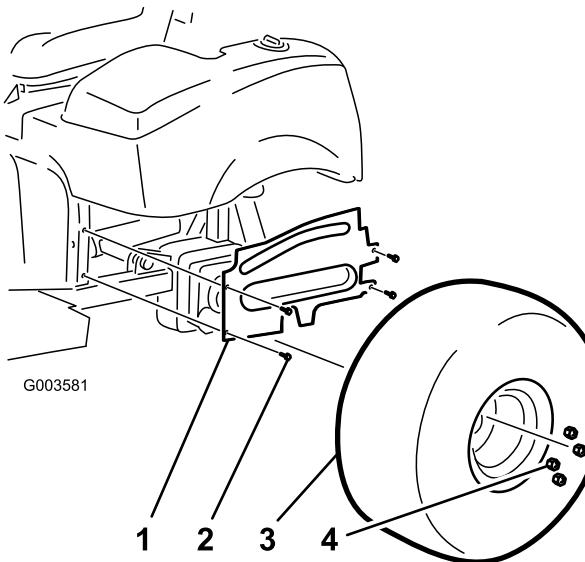

Figura 4
4. Retire los 4 tornillos con arandela prensada que sujetan la cubierta de la rueda izquierda al bastidor (**Figura 4**). Retire y guarde la cubierta.